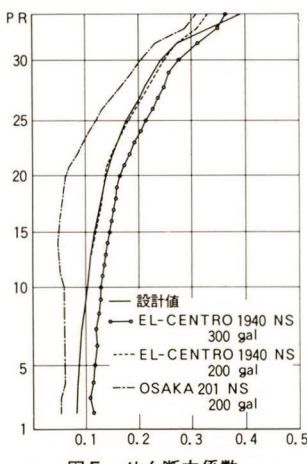
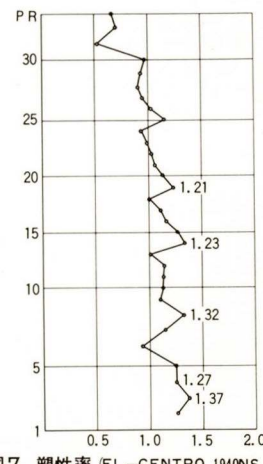

図5 せん断力係数
図7 塑性率 (EL-CENTRO 1940NS 300gal)
(3)-6 結果 弾性および弾塑性解析結果を図5～図7に示す。弾性応答解析では、剪断力はEL-CENTRO 1940NSでほぼ設計値と等しくなっているが、他の地震波の応答値は設計値を下まわっている。層間変位は、上層において、一部階高の1/200を上まわるところがあるが、上層の剪断変形は静的変位では、全体変位の75%（28階）であり、剪断変位のみを考えれば1/200以下となり、2次部材の設計に対しても、問題はない。